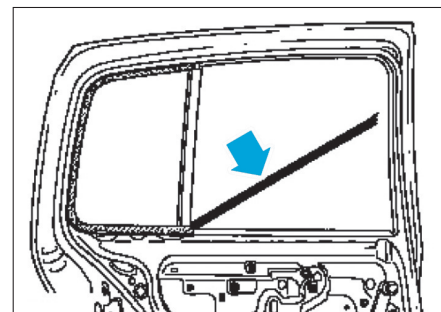

Fig. 57
- le lècheur extérieur (Fig.57),